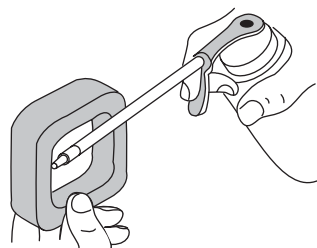

Figure 32
4. Appliquez une quantité suffisante d'huile moteur propre SAE 30 pour enduire légèrement le filtre (Fig. 32).